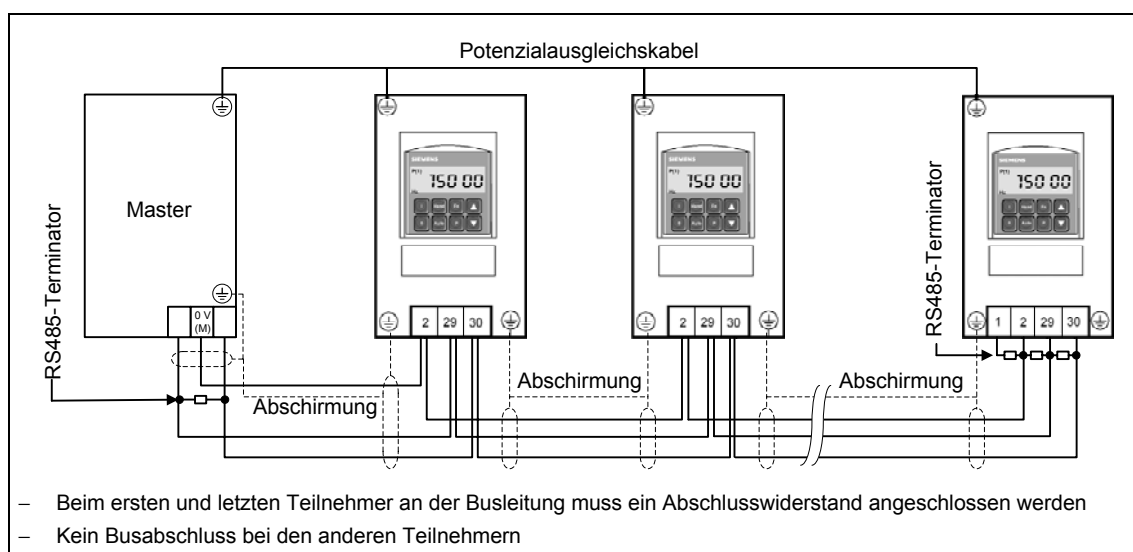
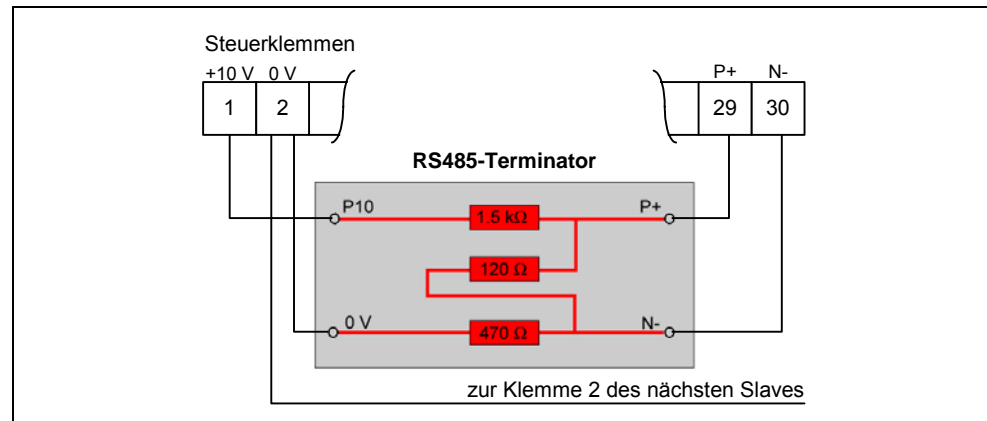

Bild 3-47 Anschluss der USS-Busleitung
Bild 3-48 Anschluss des RS485-Terminators
2. an beiden Bus-Enden einen Abschlusswiderstand zwischen P+ und N- (siehe Bild 3-48)
Ist der Umrichter der letzte Slave auf dem Bus (siehe Bild 3-47), so sind dort P+ und N- des beiliegenden RS485-Terminators mit den RS485-Klemmen (siehe Bild 3-48) zu verbinden. P10 und 0 V können zur Stromversorgung mit Klemme 1 und 2 verbunden werden. Ist der Umrichter der erste Slave, so ist dort nur der Bus mit P+ und N- zu terminieren.